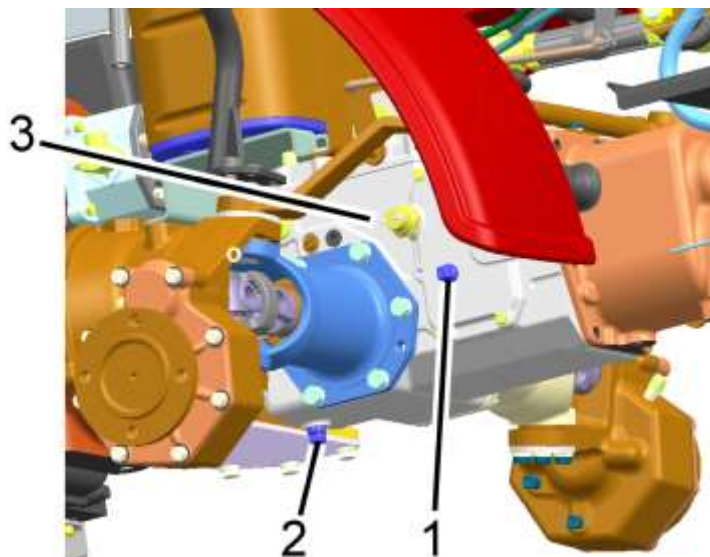

Рисунок 6.4.5 – Проверка уровня масла в корпусе главной передачи ПВМ и КП
Для проверки уровня масла в корпусе главной передачи ПВМ и КП 2 (рисунок 6.4.5) необходимо выполнить следующее:
- отверните сливную пробку 2 (рисунок 6.4.5) и слейте масло в специальную емкость для отработанного масла;